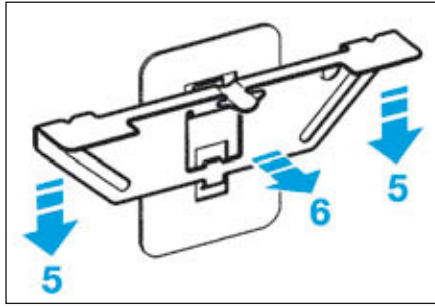

FIG. 14
- tirer les agrafes vers (5) (Fig.14),
- tirer vers (6) pour écarter partie supérieure de l'agrafe.